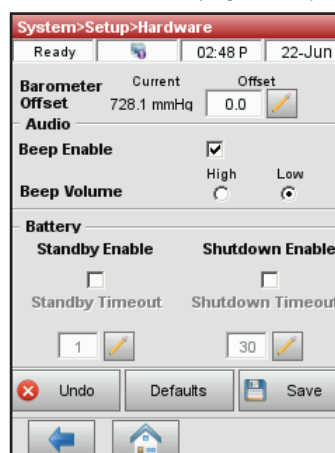

Figure 26. Gestion du système > Configuration > Écran Matériel
3. Sur l’écran “Matériel”, ajustez les options comme souhaité (Figure 26).